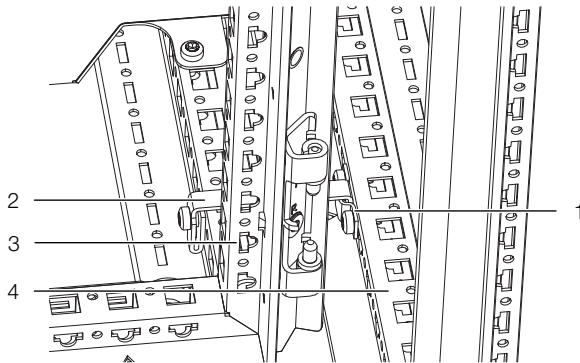

Fig. 35 : élément de jonction à l'arrière VX/VX
- Avant de procéder à la juxtaposition, montez également la patte de juxtaposition nécessaire à l'élément de jonction (fig. 35, pos. 1) sur la baie VX IT.
- Insérez ensuite un élément de jonction (fig. 35, pos. 2) à l'arrière entre les cadres du LCP Inline en saillie et de la baie serveur.